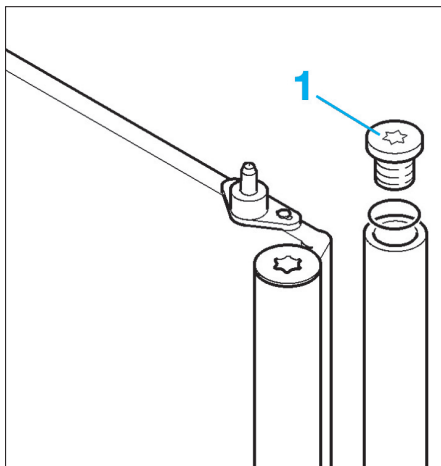

FIG. 11
La cartouche déshydratante est intégrée au condenseur. La dépose de la cartouche s'effectue en dévissant l'embout de fermeture (1) (Fig.11).